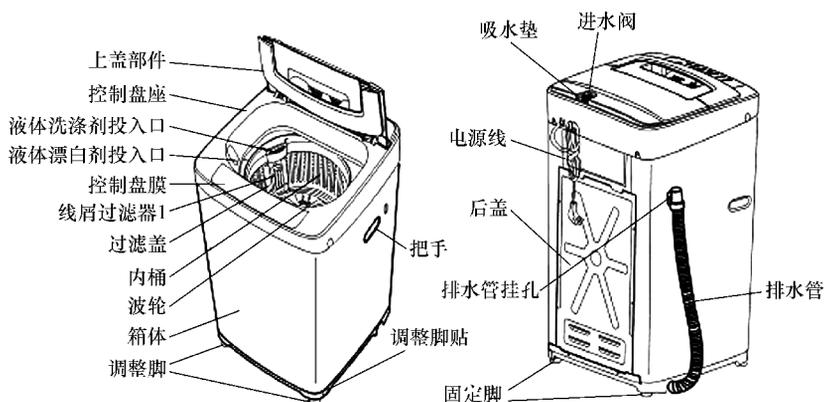

图 6-45 海尔 XQB45-918M 型波轮式洗衣机外形结构
**【附注】** 海尔 XQB45-918M 型波轮式洗衣机外形结构如图 6-45 所示。